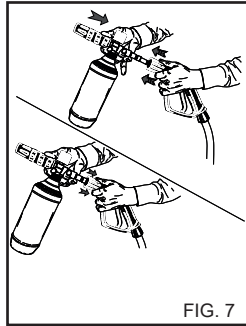

FIG. 7
2) Fjern forlængeren fra håndtaget, og sæt rengøringsmiddelsprøjtesættet (fig. 7) ind, aktivér højtryksrenseren, og sprøjt væske på den overflade, der skal renses, nedfra og op.